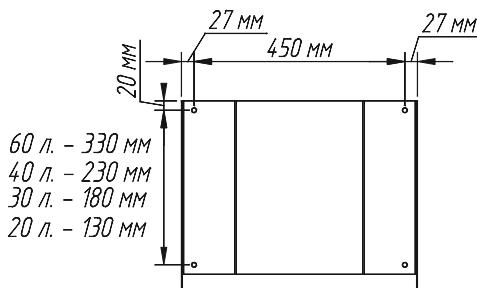
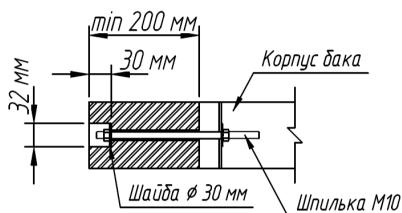

Рис. 2
Рис. 3
- 2** Определите место установки обливного устройства с учетом его веса, габаритов и несущей способности стены, на которую оно будет установлено, разметьте места установки анкеров для подвеса обливного устройства (см. рис. 2, рис. 3). (Анкера в комплект поставки не входят, и подбираются потребителем самостоятельно в зависимости от толщины стены на которую будет смонтировано обливное устройство)
- 4** Установите поплавковый клапан в бак обливного устройства и с его помощью выполните регулировку уровня воды как показано на рис. 3
- 5** Надежно закрепите обливное устройство на стене при помощи 4 анкеров из шпильки М10 с гайками (см. рис. 3)